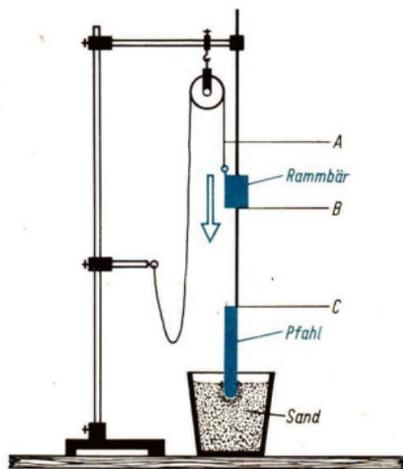

Bild 197/1 Modell einer Ramme
- Beschreiben Sie an dem Modell einer Ramme (Bild 197/1), welche Arbeit erst verrichtet werden muß, damit der Rammbar Energie erlangt!
Wird der Rammbar einer Ramme (Bild 197/1) hochgehoben, so muß dazu die Hubarbeit  $W = m \cdot g \cdot h$  verrichtet werden. Der Rammbar hat somit eine *potentielle Energie* erlangt: